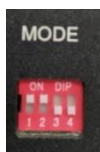

图 5.35 拨码示意图
4. 修改通讯协议转换器红色拨码开关为 1100，重启通讯协议转换器电源，如图 5.35 所示。